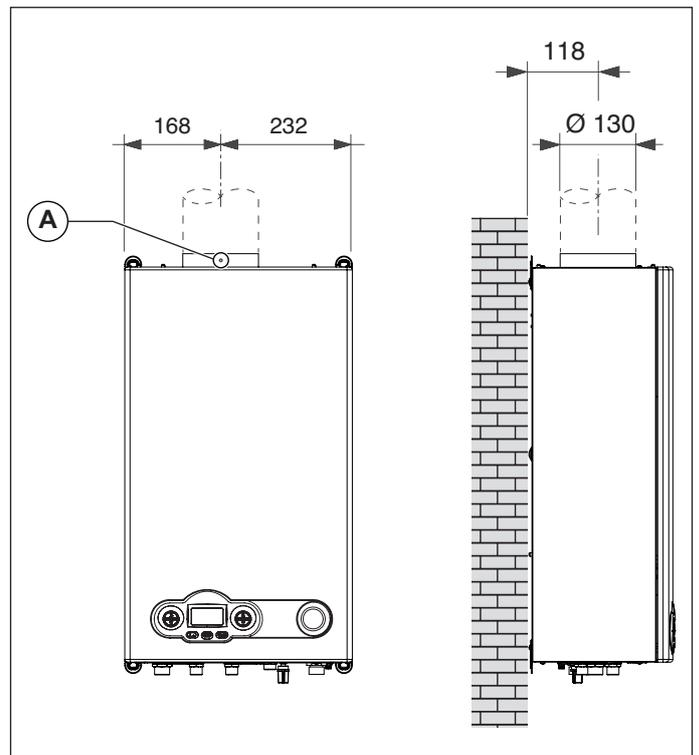

Fig. 7 Quote dimensionali per il collegamento al condotto di scarico dei fumi dei modelli a camera aperta
- il tubo di raccordo deve essere fissato alla cappa della caldaia con una vite, utilizzando il foro predisposto **A** (vedi Fig. 7 Quote dimensionali per il collegamento al condotto di scarico dei fumi dei modelli a camera aperta).